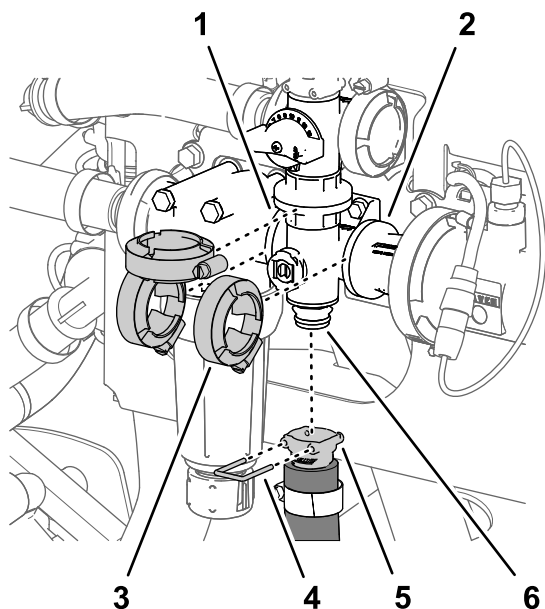

Рисунок 123
1. Снимите штифт быстроразъемного соединения, который крепит быстроразъемный соединитель шланга перемешивания к коллектору клапана перемешивания (Рисунок 123).
2. Снимите 3 фланцевых хомута, которые крепят коллектор клапана перемешивания к фланцам головки фильтра линии нагнетания и переходного соединителя (Рисунок 123).